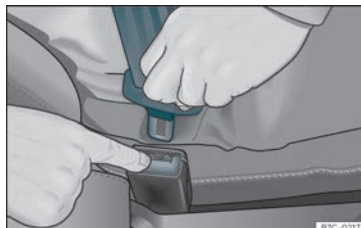

Fig. 10 Deixar anar la llengüeta del tancament del cinturó.
- Premeu la tecla vermella del tancament »»» **fig. 10**. La llengüeta saltarà del tancament.